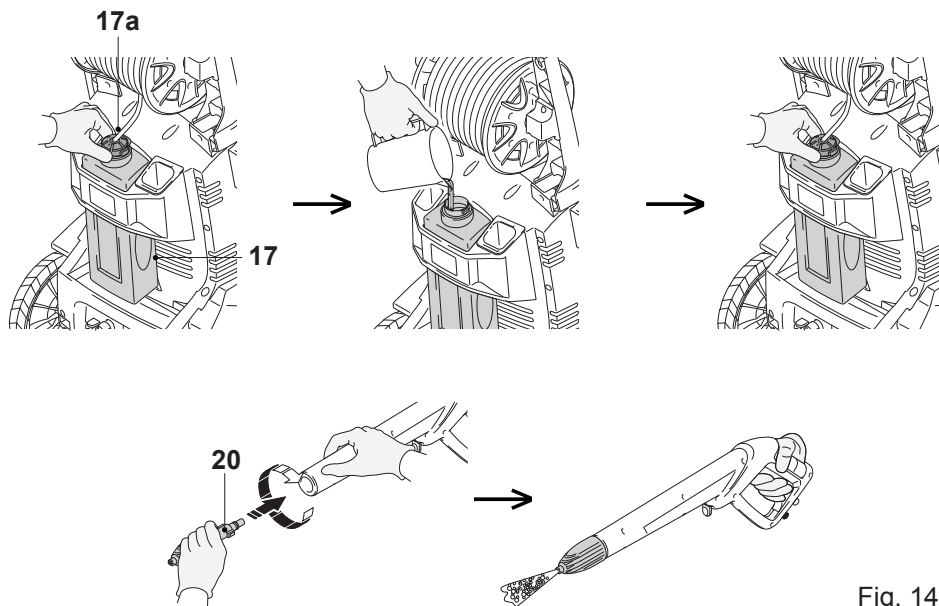

Fig. 14
1. Retire el tapón (17a) del depósito de detergente (17) situado en la parte posterior de la máquina.
2. Añada detergente en el depósito (17) y vuelva a colocar el tapón en su sitio.
3. Conecte de manera segura la boquilla de aplicación de detergente (20) a la toma de conexión (16a) de la pistola de alta presión (16) girándola en el sentido de las agujas del reloj hasta bloquearla en su sitio (Fig. 14).